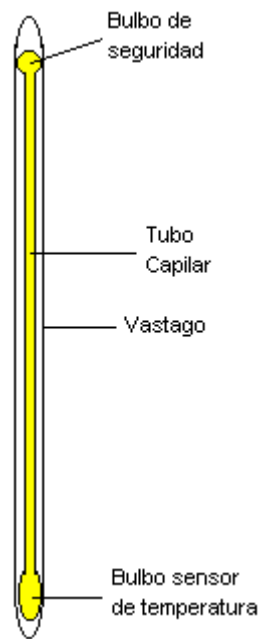

Figura 1: Termómetro de mercurio
- 18) Pueden además hacer una tabla. Para ello ir al menú principal con  y seleccionar “tabla”, también se puede medir directamente el valor de la temperatura sobre el visor con la opción “digitos”. (ver figura 1)